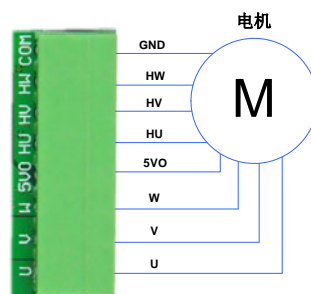

图 3.2 电机接线图
- 3) 将电机的U、V、W三相线电源线接到驱动器电机接口的U、V、W，将电机的霍号传感器电源线正负极(通常正极为红色，负极为黑色，具体参照电机的相关资料)分别接到驱动器霍号信号接口的 5VO和COM，霍号传感器的三霍尔位置信号线接到驱动器霍尔接口的HU、HV、HW，如图 3.2 所示。